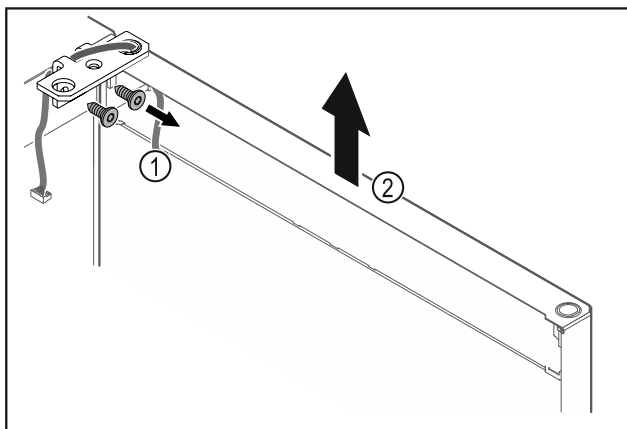

Fig. 19
- Scharnierhoek Fig. 19 (1) losschroeven.
- Deur inclusief scharnierhoek Fig. 19 (2) circa 200 mm recht omhoog tillen en verwijderen.